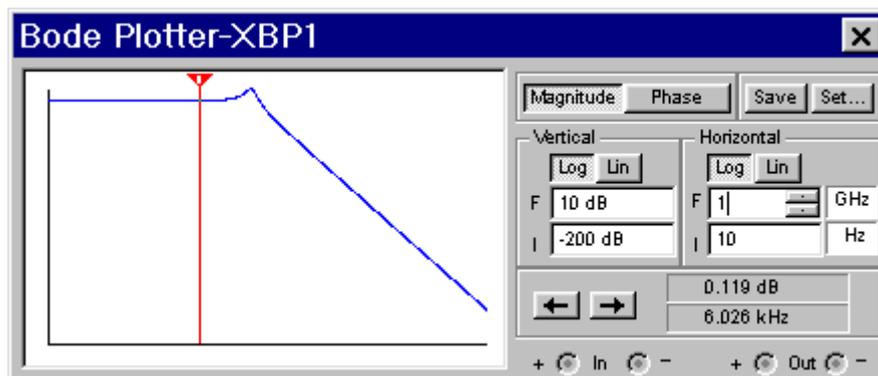

Fig. 27 Pantalla del Bode Plotter
- Finalmente para ver el resultado se tiene que hacer “clic” dos veces encima del instrumento. La pantalla que saldrá será como la de la Fig. 27.